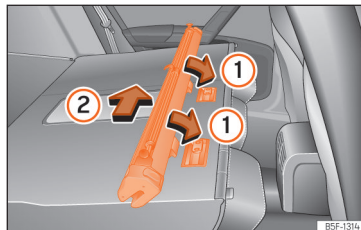

Fig. 189 Montar la red de separación en los respaldos del asiento trasero.
- Coloque la carcasa de la red en los rebajes de los carriles de sujeción en el sentido de las flechas » fig. 189 ①.
- Empuje la carcasa hacia el lado izquierdo del vehículo en el sentido de la flecha » fig. 189 ② y hasta el tope.
- Tire de la carcasa de la red aproximadamente 5 cm en el sentido contrario de la flecha >>> **fig. 189 ②**.
- Extraiga la carcasa de los carriles de sujeción tirando en el sentido contrario al de las flechas >>> **fig. 189 ①**.